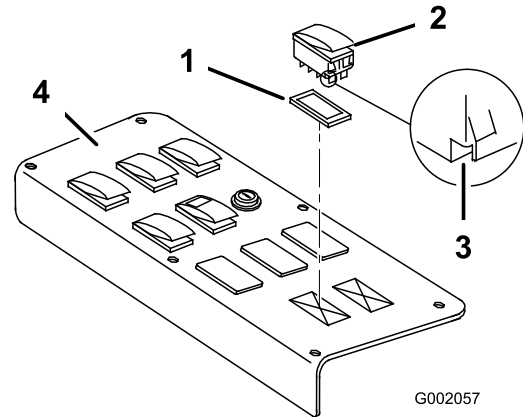
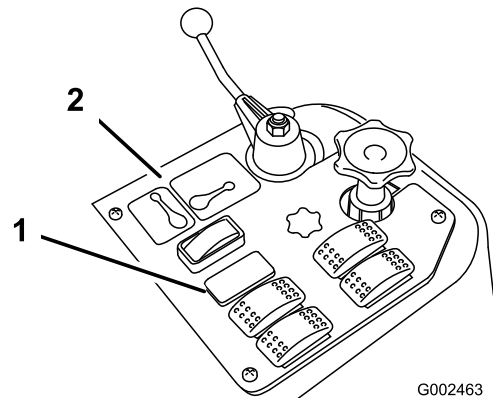

Bild 14
Bild 15
- Entfernen Sie das Armaturenbrett des Sprühgeräts, um die Unterseite (Bild 14 für den 1250 und Bild 15 für den 1200) freizulegen.
- Entfernen Sie den Stecker im Schlitz des Ultraschall-Auslegers vom Armaturenbrett des Sprühgeräts am Fahrzeug und setzen Sie den Kippschalter an dieser Stelle ein (Bild 14 für den 1250 und Bild 15 für den 1200).
Hinweis: Stellen Sie sicher, dass die Ausrichtung des Schalters der Darstellung in Bild 14 entspricht, d. h. die Kerbe zeigt zum Heck des Fahrzeugs.